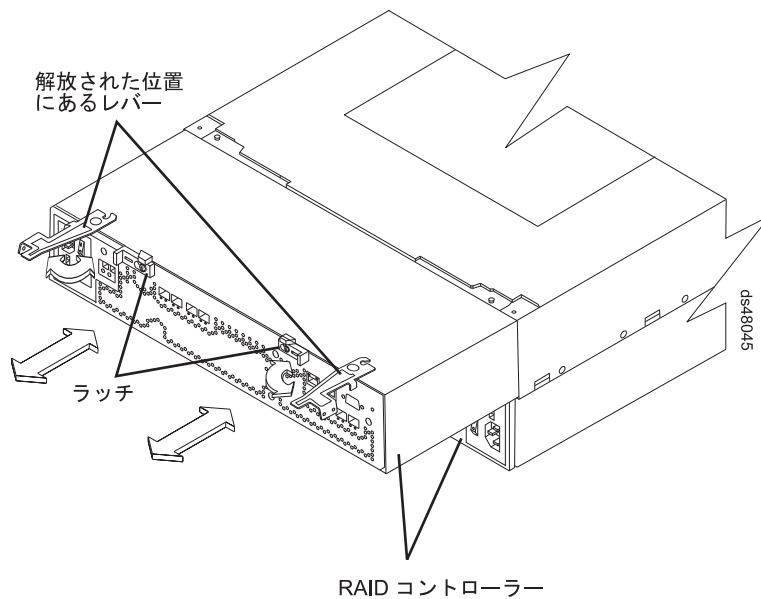

図 82. ストレージ・サブシステムからのコントローラーの取り外し
- b. レバーを使用して、ストレージ・サブシステム・シャーシからコントローラーをスライドさせます。(160 ページの図 82 に、ストレージ・サブシステム・シャーシからスライドするコントローラーを示します。)